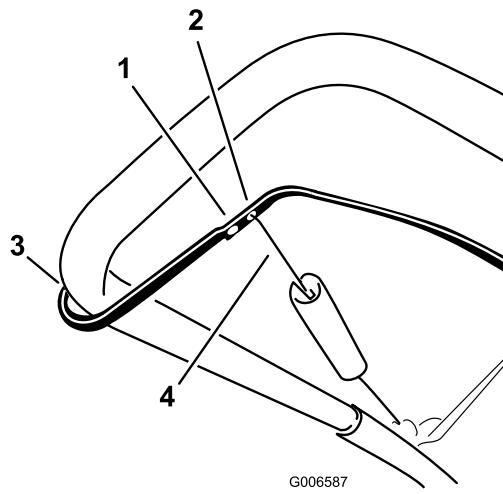

Figure 28
**Remarque:** La courroie d'entraînement s'use et se détend avec le temps. Si la courroie glisse (grincements continus) quand elle est soumise à une lourde charge, décrochez le ressort de la biellette de réglage et placez l'extrémité supérieure du ressort dans le trou le plus éloigné du point de pivot dans la barre de commande (Figure 28). Accrochez ensuite le ressort à la biellette de réglage et ajustez le câble de commande.